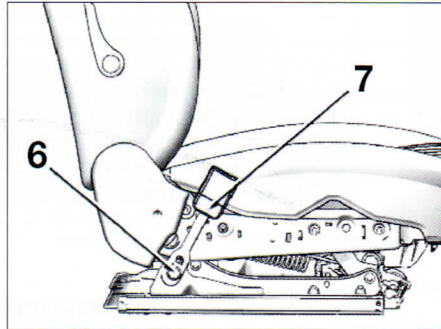

FIG. 28
Desmontar el tornillo (8) y la hebilla (7) (fig. 28)